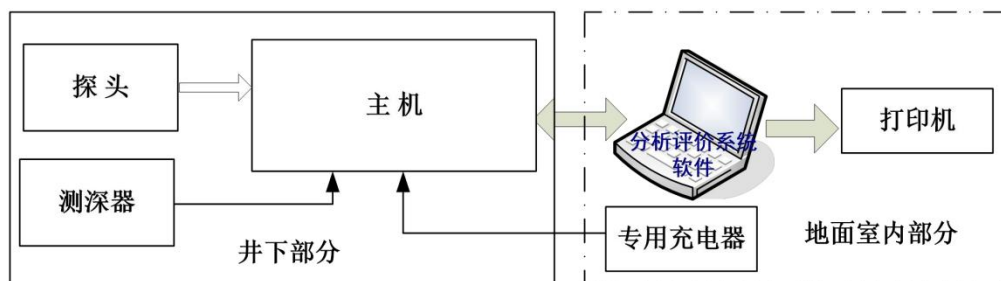

图2-1 系统组成方框图
ZKXG100 (A) 矿用钻孔成像轨迹检测装置系统由“井下”和“室内”两部分组成，“井下部分”是主要包括ZKXG100-Z (A) 矿用钻孔成像轨迹检测装置主机、ZKXG100-T/T (B)、ZKXG100-S矿用钻孔成像轨迹检测装置深度编码器等主要部件，以及矿用电缆和推杆等附件，井下设备均为本质安全型设计，并通过了行业相应机构的防爆性能检测，“室内部分”是由微型计算机（主频1GHz以上）、打印机、专用充电器和资料分析及处理软件组成，构成了一个完整的图像采集与信号分析处理系统，其任务是把现场采集的图像进行计算、显示、存贮、通信、处理分析和打印成图。ZKXG100 (A) 矿用钻孔成像轨迹检测装置系统结构如图2-1所示。